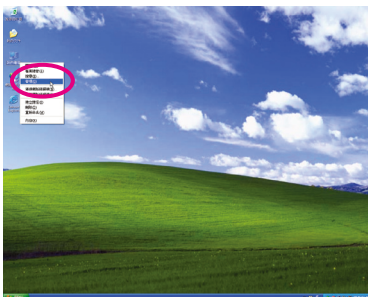
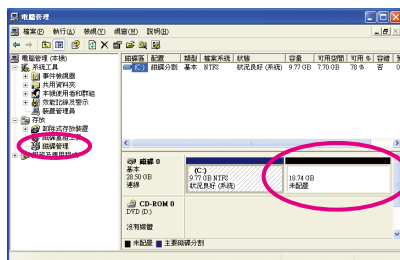

图4
图5
- 操作系统安装完成后，可在桌面「我的电脑」按右键选择「管理」(图4)，进入「磁盘管理」确认磁盘的配置状况，未配置空间以黑色窗口显示，此区域即为Xpress Recovery2可存放备份数据的空间，如未配置空间太小则无法执行Xpress Recovery2(图5)。